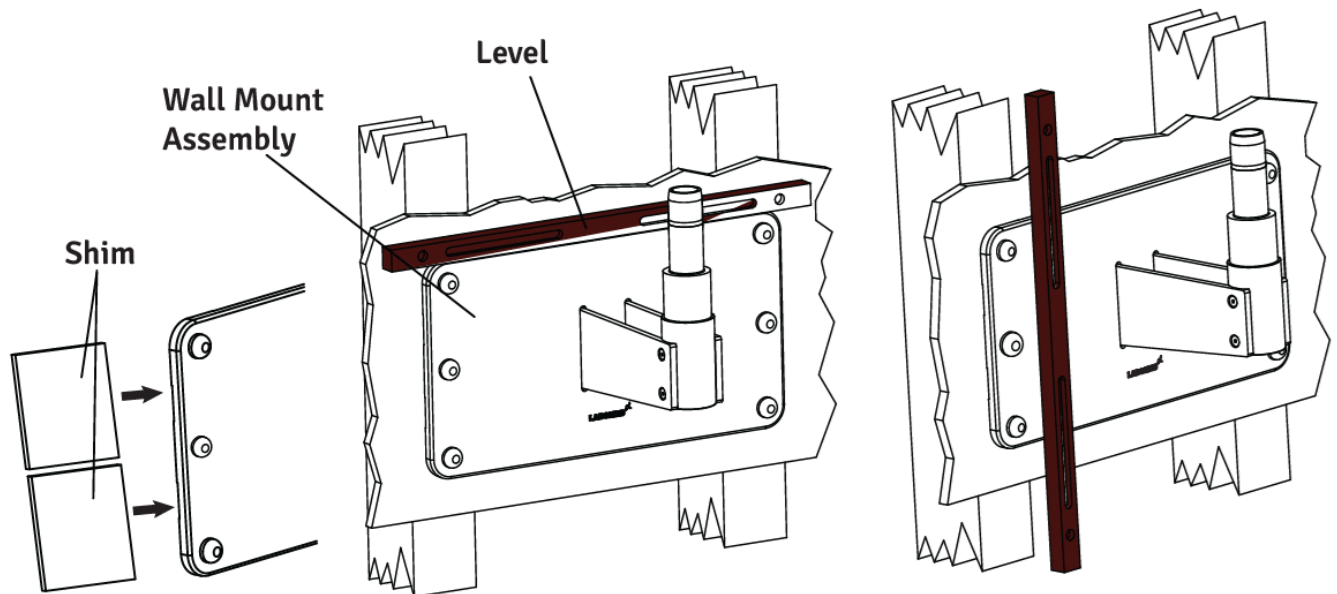

Fig. 21
2. Placez un niveau sur le dessus de la plaque arrière pour vérifier le nivellement horizontal. Voir la figure 21.
5. Placez un niveau verticalement le long de la face du support mural, des deux côtés, pour vous assurer qu'il est perpendiculaire au sol. Voir la figure 21.
6. Si le support mural n'est pas perpendiculaire, insérez une cale entre le support mural et le mur à côté des tire-fonds. Reportez-vous à la figure 21. Vérifiez avec le niveau et serrez les tire-fonds une fois que le support est de niveau.